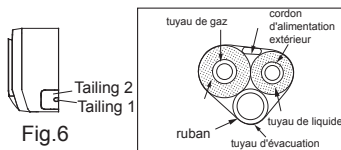

Fig.6
1. Lors de la pose de la tuyauterie et du câblage du côté gauche ou droit de l'unité intérieure, couper les résidus du châssis nécessaire (Voir figure 6)